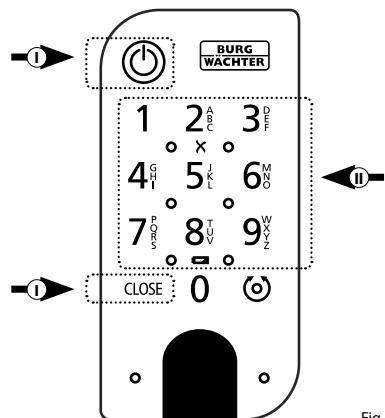

Fig. 4
- 1 Attivare il tastierino premendo il pulsante ON o il pulsante CLOSE (I) (Fig. 4).
- 2 Digitare il codice amministratore a 6 cifre o il codice utente programmato (II) (Fig. 4).